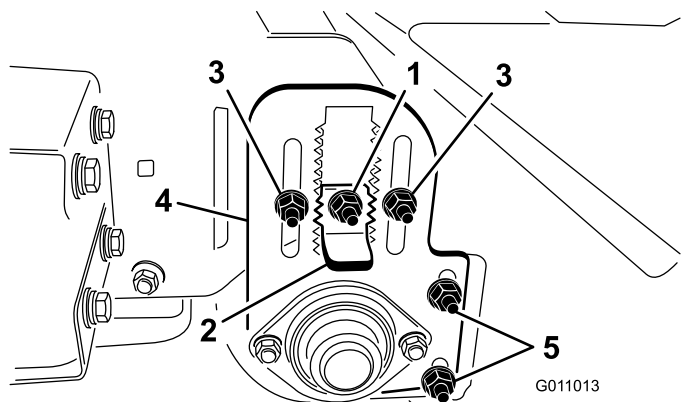

Figura 18
3. Afloje la contratuerca de la llave de ajuste de altura (Figura 18) para poderla sacar 1/2 pulgada aproximadamente.
- Afloje las contratuercas de ajuste de altura del rodillo (Figura 18).
- Tire hacia fuera de la llave de ajuste de altura y desplace el rodillo trasero hacia arriba o hacia abajo deslizando la placa de ajuste de altura del rodillo a la altura deseada (Figura 18).
El rascador del rodillo (Figura 18) debe ajustarse para obtener una holgura de 1,5 mm entre el rascador y el rodillo. Afloje las tuercas de ajuste del rascador del rodillo, posicione el rodillo según desee y apriete las tuercas.